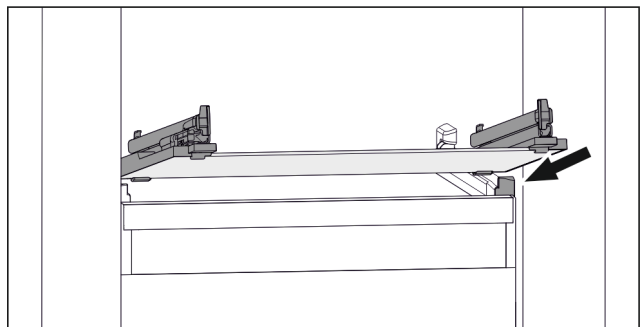

Fig. 138 Приблизне відображення скляної пластини
- ▶ Встановити скляну пластину за стопорами навкосою. (див. Fig. 138)